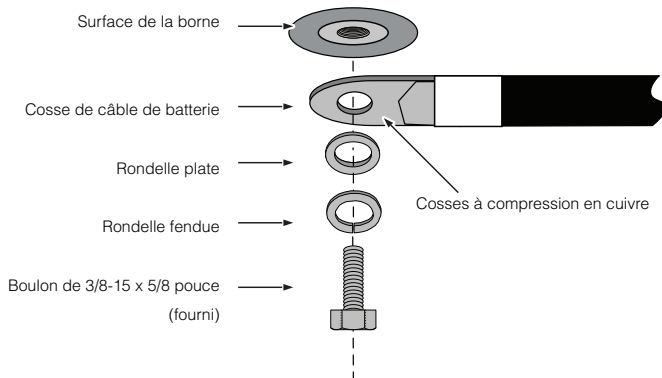

Figure 3-8 Câble de connexion de la batterie
Assurez-vous de respecter la polarité. Voir Figure 3-8 (ci-dessus) pour connaître l'ordre d'empilage approprié du matériel.
6. Raccordez le câble NÉGATIF (-) des batteries à la borne NÉGATIVE (-) CC sur INV1. Assurez-vous de respecter la polarité. Voir Figure 3-8 (ci-dessus) pour connaître l'ordre d'empilage approprié du matériel.